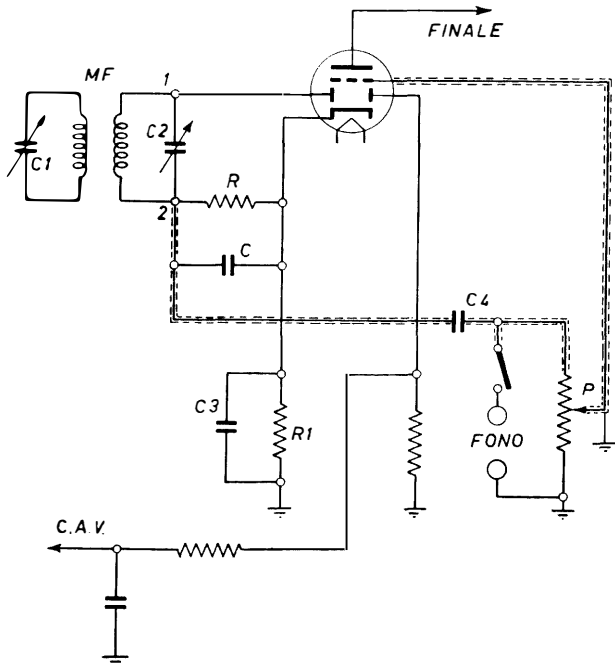

Fig. 4.6. - Stadio rivelatore di tipo normale, in cui il controllo di volume sostituisce la resistenza di griglia del triodo.
fig. 4.6; le due resistenze R e R_1 formano un divisore di tensione, per cui se C_3 , che deve essere di elevata capacità, è esaurito o staccato, la BF non viene fugata a massa ed il volume non va a zero.
- c) cortocircuito nel compensatore C_2 . Occorre staccare C_2 dal punto 2 (fig. 4.6), provare con l'ohmmetro la continuità dell'avvolgimento e quindi lo stato di C_2 .